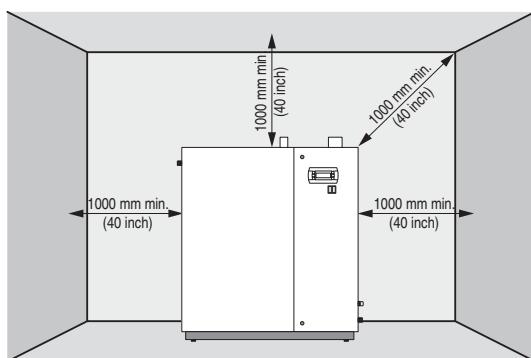

Fig. 2.b
**Pour démonter le panneau frontal de l'humidificateur, agir comme suit (Fig. 2.c):**